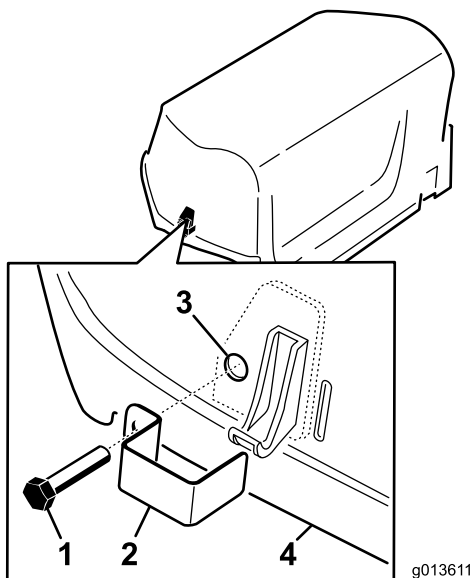

Figura 7
1. Montate un dispositivo di chiusura sui fermi del cofano di sinistra e destra con un bullone senza dado (2 in totale) (Figura 7).
2. Utilizzando delle pinze o una chiave regolabile, avvitate la rondella di bloccaggio interna su ciascun bullone (da 1 a 2 filettature) per fissare i bulloni (Figura 7).